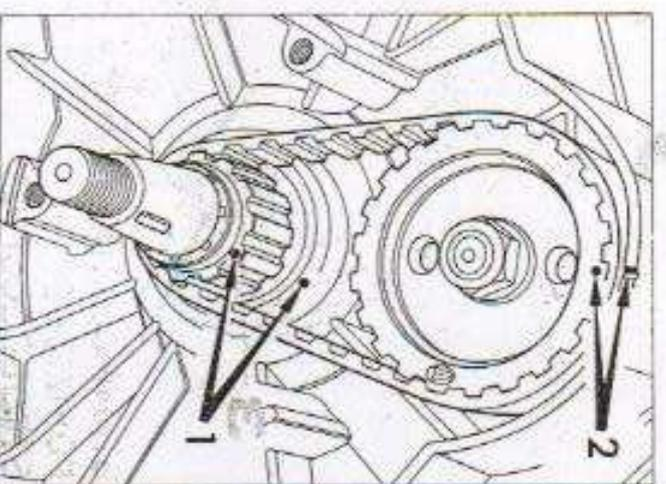
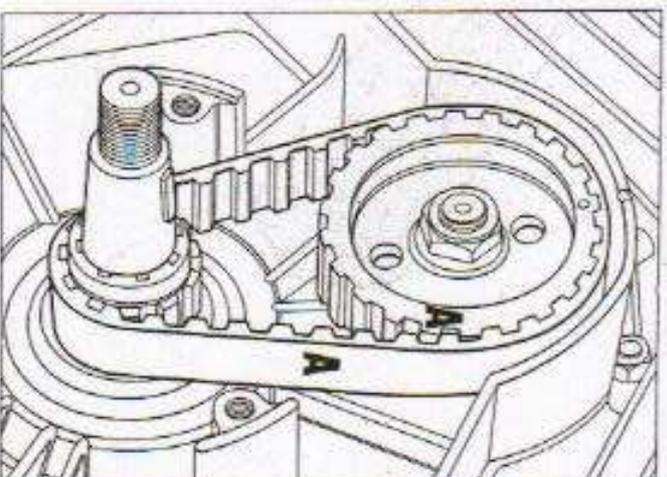

Fig. 11
Fig. 13
- 6 - Quando detto angolo è fuori tolleranza è necessario agire sul roccetto piccolo comando distribuzione, ruotandolo in modo da trovare la tacca in fase che permetta l'introduzione del roccetto stesso e stampigliare i nuovi riferimenti, come Fig. 11.
1 - Orientare i 2 riferimenti sui roccetti come (fig. 11): procedere all'estrazione del roccetto utilizzando l'anello seeger come agancio; sostituire la cinghia controllando che la lettera stampigliata sul roccetto grande corrisponde a quella scritta sulla cinghia, vedi (fig. 13); introdurre unitamente cinghia e roccetti infilando il roccetto piccolo con la tacca in fase alla chiave (fig. 11).
2 - Controllare a montaggio ultimato i riferimenti della fase di distribuzione (punti 1 e 2 - fig. 11).